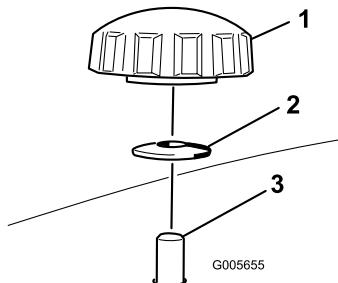
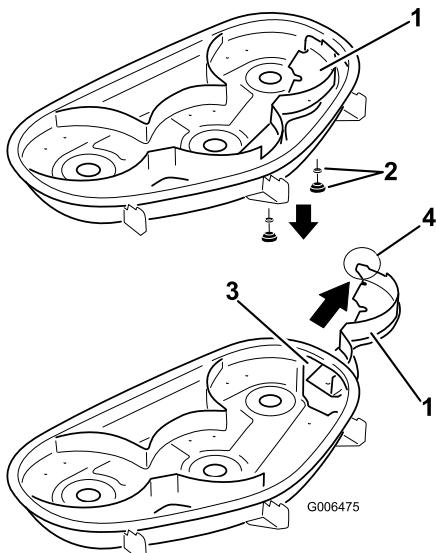

Figura 21
Figura 22
- Togliete le 2 manopole e le rondelle curve che fissano il diaframma destro al tosaerba come illustrato nella Figura 21.
- Togliete il diaframma destro e abbassate il deflettore dell'erba sull'apertura di scarico come illustrato nella Figura 22 e Figura 21.
- Infilate il diaframma destro nell'apertura di scarico e fissarla utilizzando le 2 manopole e le rondelle curve (lato concavo verso il tosaerba) come illustrato nella Figura 21 e Figura 22.